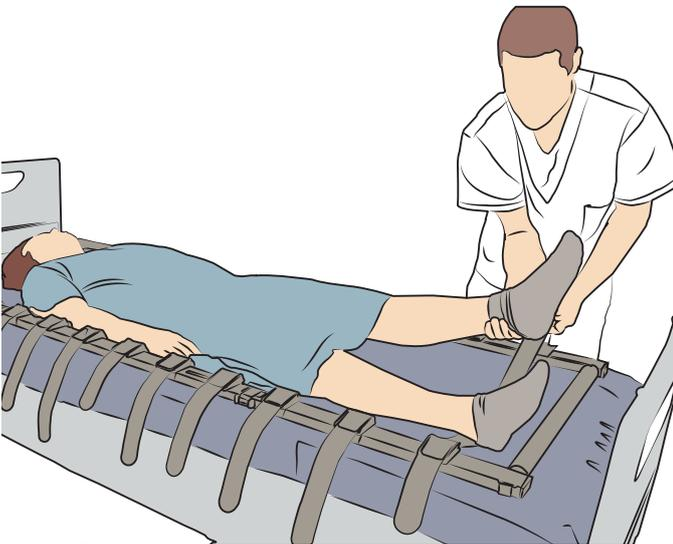

Abb. 25
2. Nehmen Sie die Gurtbänder heraus, indem Sie von einer Seite her ziehen. Nach dem Entfernen der Gurtbänder bauen Sie alle anderen Teile der Arjo Gurtliege ab, inklusive der beiden Verbindungsrohre und Seitenteile. Siehe Abb. 25.